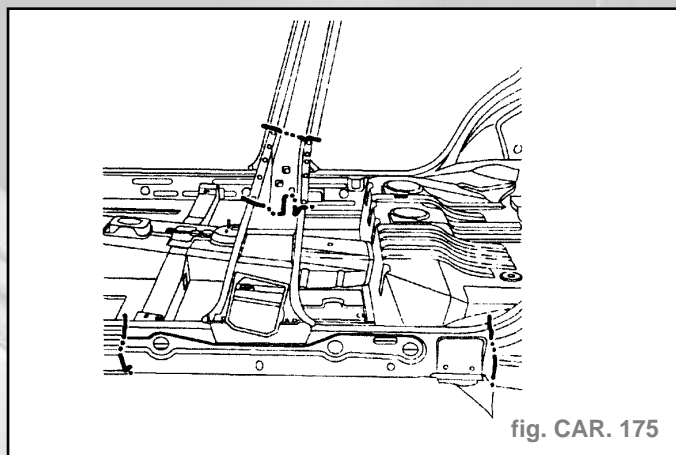

fig. CAR. 175
- Coupe définitive (fig. CAR. 175).